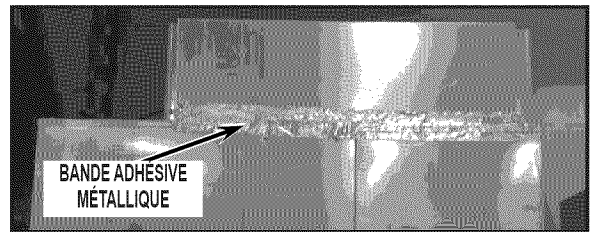

FIGURE 15
17. Coller la bande adhésive métallique fournie dans la troussé à l'emplacement illustré en *Figure 15*, à l'arrière du réfrigérateur. Il est impératif de placer cette bande correctement pour que la circulation d'air soit correcte.